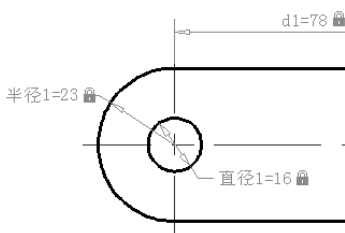

图 11-26 半径标注约束
(5) 创建半径标注约束。单击“半径标注约束”按钮，或者在菜单栏中选择“参数” → “标注约束” → “半径” 命令，选择圆弧并指定尺寸线位置，输入值或指定表达式（半径 $r=23$ ），然后按〈Enter〉键，完成如图 11-26 所示的半径标注约束。